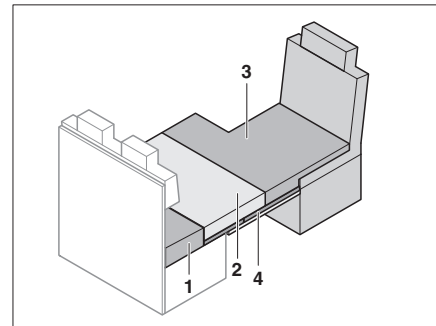

Bild 189 Nach dem Umbau
- Zusatzpolster (Bild 189,3) auf den Fahrersitz legen.
- Sitzpolster (Bild 189,2) auf die Notbettunterlage legen.